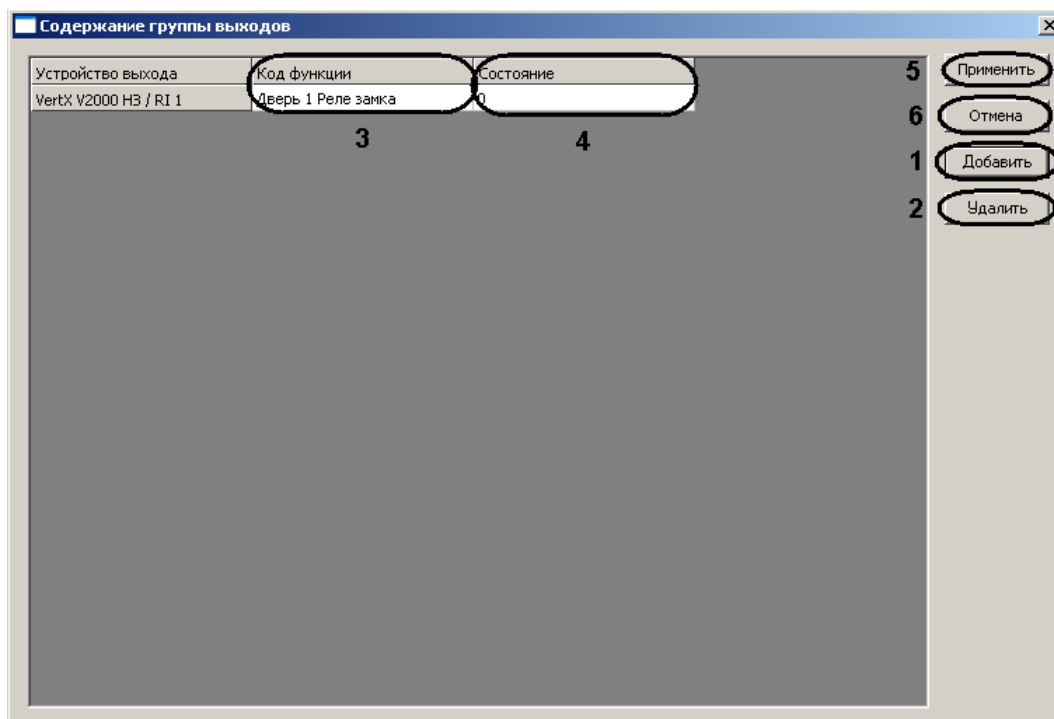

Рис. 3.7—14 Содержание группы выходов
- Нажать кнопку **Добавить** для добавления функции контроллера (см. Рис. 3.7—14, 1).